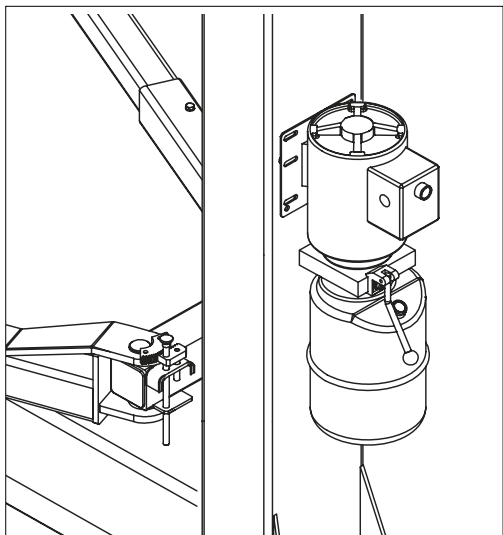

рис. 32
- ◆ Встановити насос на блок згідно рис. 32 і зафіксувати його на підставці стійки управління.